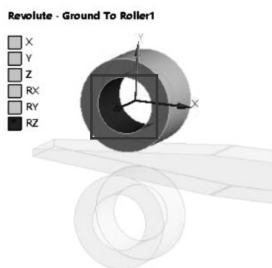

图 2-51 轧辊 1 关节设置
(4) 在导航树上右键单击【Connections】→【Insert】→【Joint】，在标准工具栏单击，单击【Fixed-No Selection To No Selection】→【Details of “Fixed-No Selection To No Selection”】→【Definition】→【Connection Type】= Body-Ground，【Type】= Revolute；【Mobile】→【Scope】，选择轧辊 1 内圆面，如图 2-51 所示。